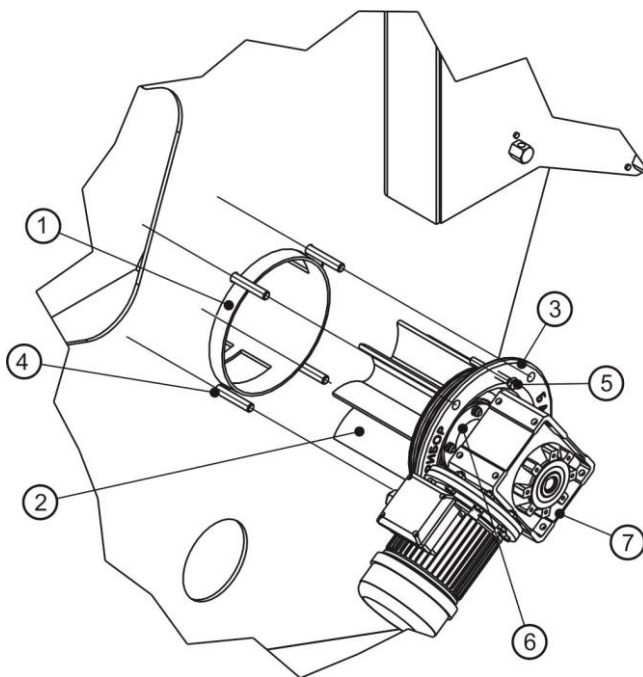

Рис. 9 Шлюзовой затвор перегрузки «крупки»
Шлюзовой затвор перегрузки «крупки» (Рис.9) состоит из обечайки (1) вваренной в корпус изделия, эластичного ячейкового ротора (2), крышки (3), резьбовых шпилек (4), регулировочных болтов (5), соединительного узла - «катушка» (6) с уплотнительным диском, мотор-редуктора (7). В верхней части обечайки (1) расположены загрузочные, а в нижней разгрузочные окна.